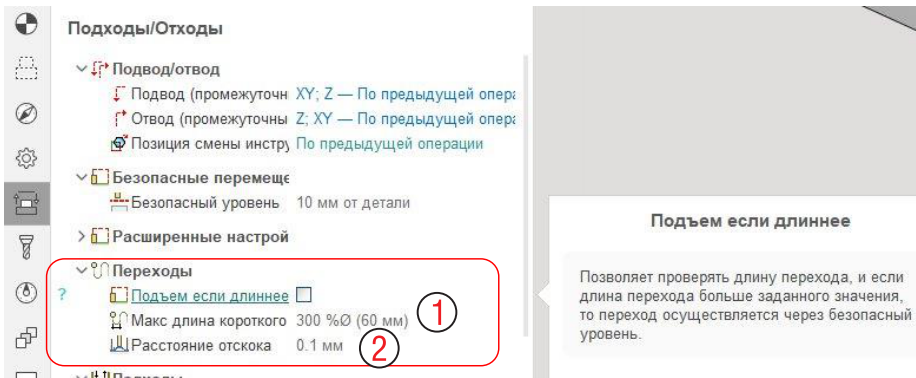

Рис. 2-10. Переходы в операции.
Параметры переходов показаны на рис. 2-10. Переходы делятся на короткие и длинные; настройки на рис. 2-10 таковы, что параметр **Макс длина короткого (1)** задан как 300% от диаметра инструмента. Переходы, длиннее этого порога, идут через высоту безопасности, короче – на расстоянии от-